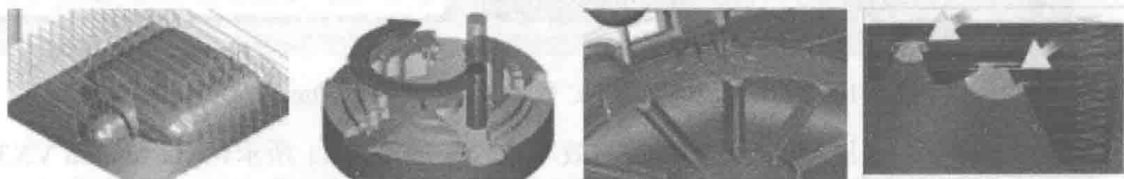

图 1-13 曲面挖槽进给方式
④ 数控加工中，在保证零件加工质量的前提下，应尽可能地提高粗加工时的生产率。Mastercam VX 提供了多种先进的粗加工方法。如图 1-13 所示，曲面挖槽时，Z 向深度进给确定，刀具以轮廓或型腔铣削的进给方式粗加工多曲面零件。在机器允许的条件下，可进行高速曲面挖槽。